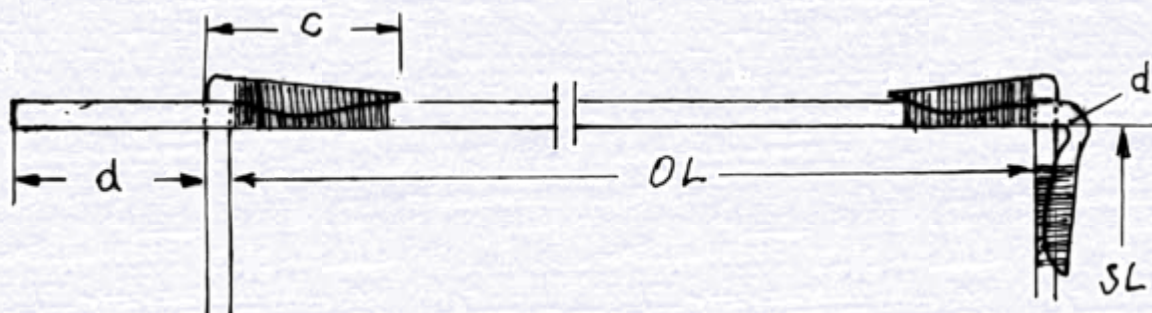

Abb. 8
- d. Vorbereitend zur Erreichung der Seitenlängen "SL" wird der Zugabebereich verdünnt und mit etwas Ponal zu einer Spitze verdreht. Dann wird die erste Seite an der entsprechenden Stelle durch das Rahleek gesteckt. Hier hilft eine Stopfnadel mit großem Auge. Wenn jetzt die Länge "SL" an der ersten Seite durch Umbinden mit einem dünnen Faden markiert ist, wird die Seite weiter durchgezogen, das Hilfsstück abgeschnitten und das Stück "C" verdünnt. Die Formung zu einer flachen Zunge oder einem Fächer mit einer Spur verdünntem Ponal wurde bei anderen Gelegenheiten beschrieben. Nachdem jetzt die Schnur wieder zurückgezogen wurde, bis die Markierung unter dem Rahleek steht, wird die Zunge umgelegt und mit einer Spur Uhu-Sekundenkleber-Gel um das Rahleek gelegt (Abb. 8).